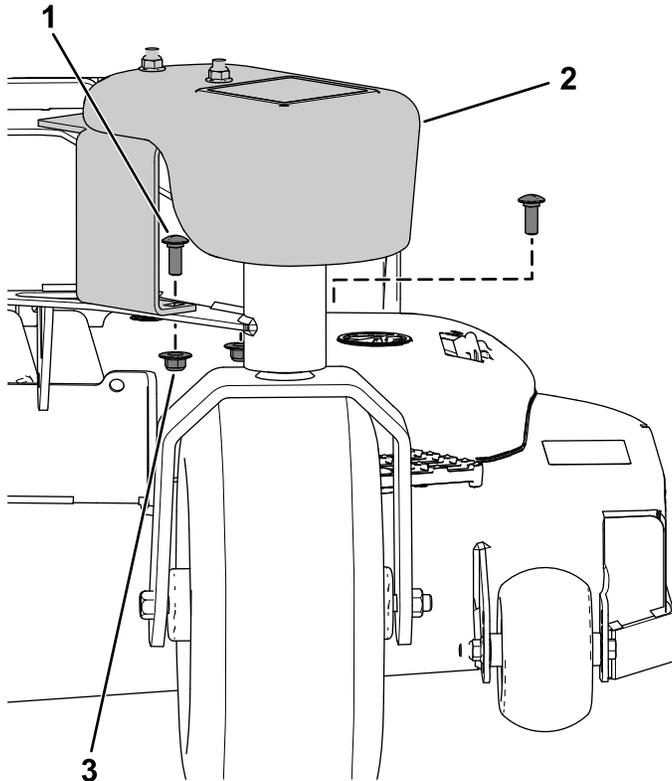

Bild 6
1. Befestigen Sie den Ballast mit zwei Schlossschrauben ($\frac{3}{8}$ " x 1") und zwei Bundmuttern ($\frac{3}{8}$ ") am Laufradarm, wie in Bild 6 dargestellt.